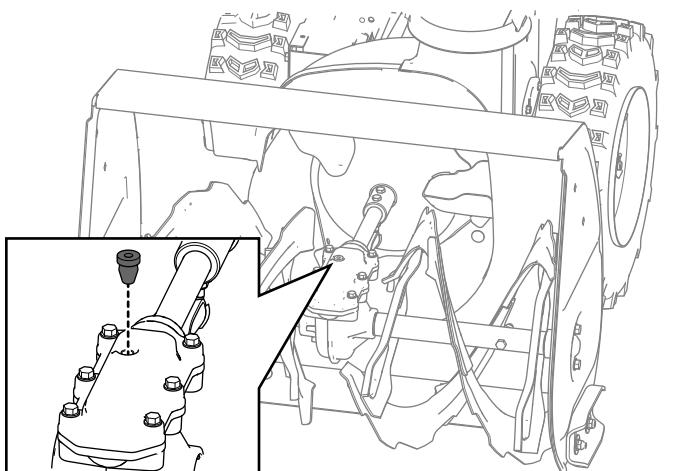

Figura 30
2. Pulite l'area attorno al tappo del tubo e rimuovete il tappo del tubo dalla scatola ingranaggi (Figura 30).